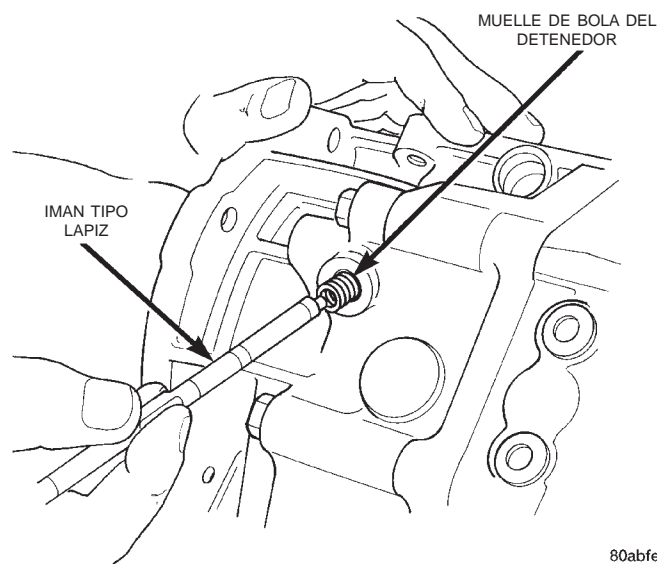

Fig. 45 Instalación de muelle del detenido
(17) Instale el muelle del detenido en la caja (Fig. 45).